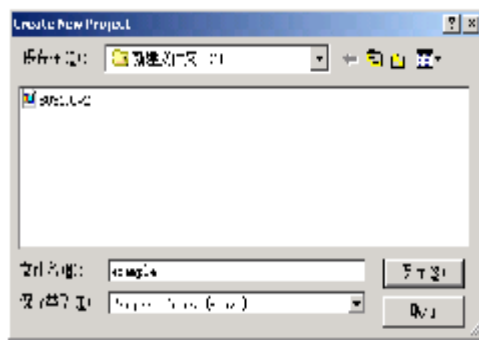

图 1-3 Create New Project 对话框
2) 在弹出的“Create New Project”对话框中选择要保存项目文件的路径，比如保存到 Exercise 目录里，在“文件名”文本框中输入项目名为 example，如图 1-3 所示，然后单击“保存”按钮。